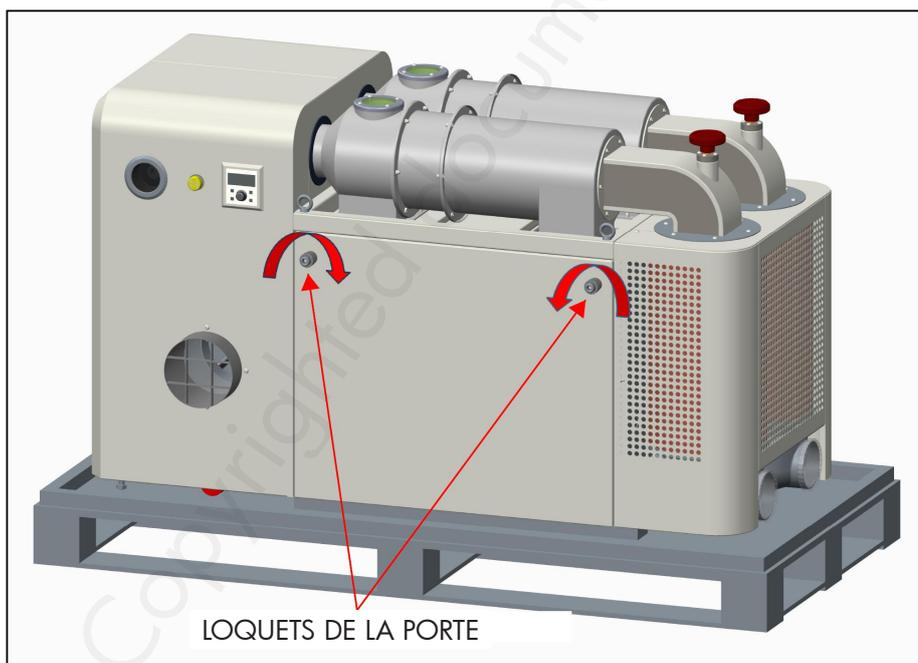
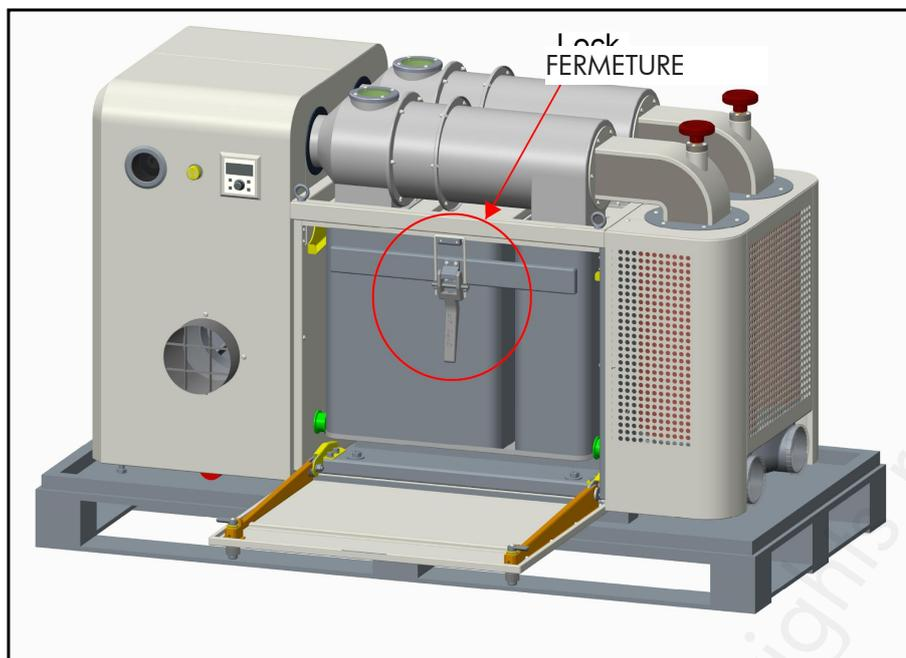

Figure 5
Figure 6
1. Enlevez la caisse d'emballage et laissez l'unité de base sur la palette. Voir figure 5.
2. Tournez les loquets dans le sens de la flèche (voir figure 5) pour ouvrir la porte. Déverrouillez le bac à poussière et retirez-le en le faisant coulisser.
Tournez les loquets dans le sens de la flèche (voir figure 5) pour ouvrir la porte. Déverrouillez le bac à poussière (voir figure 6) et retirez-le en le faisant coulisser.